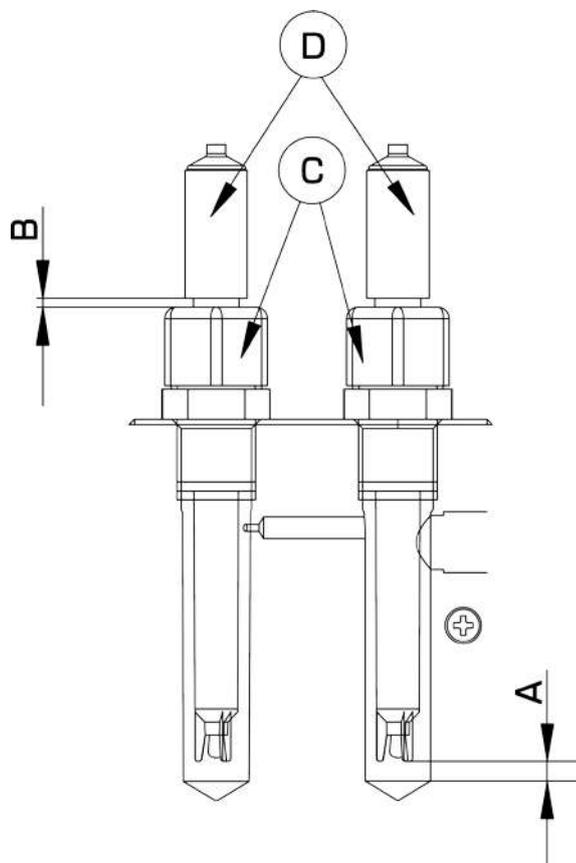

Рис. 8
- Установите датчики pH и Rx (из комплекта поставки) в держатель датчиков (измерительную кювету), согласно **Рис. 8**, а именно: